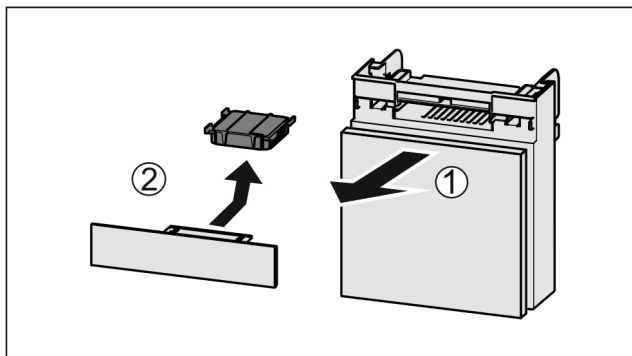

Fig. 43
- ▶ Wyciągnąć Fig. 43 (1) komorę do przodu.
- ▶ Wyjąć Fig. 43 (2) filtr z węglem aktywowanym.